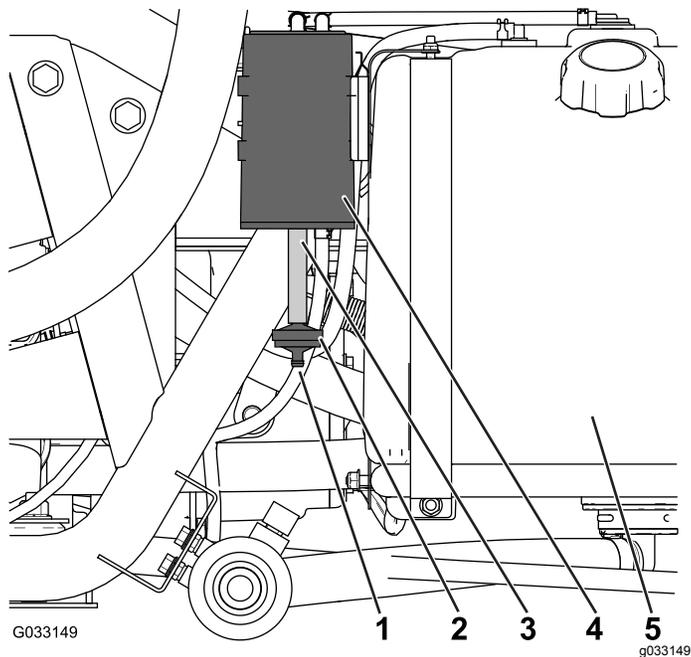

图45
检查碳罐空气过滤器底部的开口确保开口清洁且没有任何杂物和障碍图45。
1. 从碳罐底部的软管拆下碳罐过滤器的宝塔接头然后取出过滤器图45。